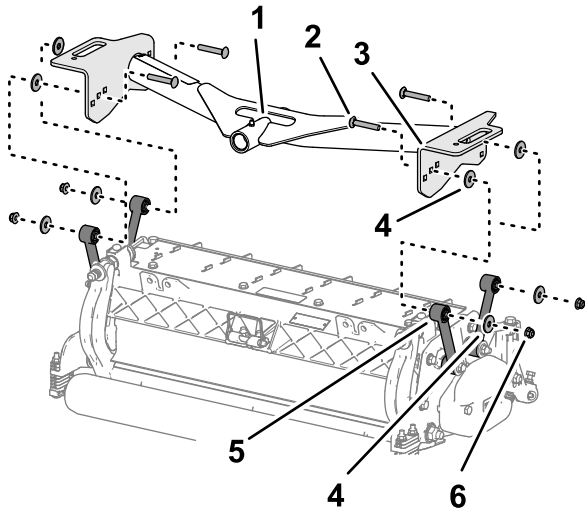

Bild 15
1. Richten Sie die Löcher in den Platten des vorderen Trägersrahmens auf die Löcher in den Montageplatten des Mähwerks aus (**Bild 15**).
2. Legen Sie eine Unterlegscheibe zwischen der Trägerplatte und dem Lenker ein (**Bild 15**) und montieren Sie die Platten und das Distanzstück lose mit einer Schlossschraube $\frac{3}{8}$ " x $2\frac{1}{4}$ ", einer Unterlegscheibe und einer Sicherungsbundmutter ($\frac{3}{8}$ ").